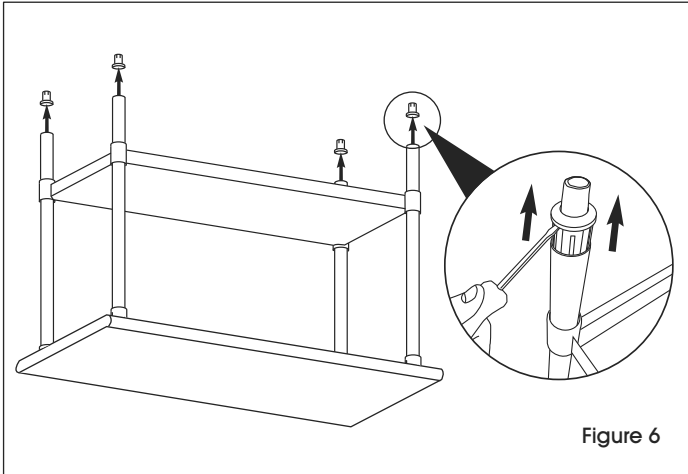

Figure 6
1. Retournez la table sur une surface lisse non marquante. Retirez les pieds ajustables des pattes à tube conique à l'aide d'un tournevis plat. (Voir Figure 6)